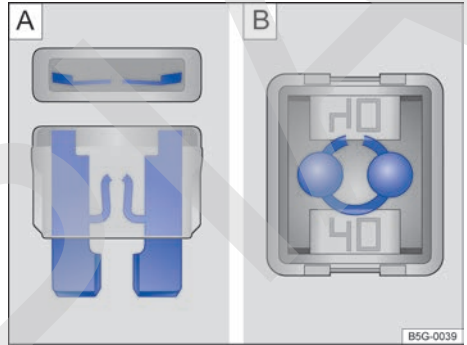

Fig. 187 Fusible fundido.
- Una *fusible enchufable plano (ATO, MINI)* fundido se reconoce por la tira de metal quemada visible desde arriba y desde los laterales a través de la carcasa transparente → fig. 187
- Un *fusible tipo bloque (JCASE)* fundido se reconoce por la tira de metal quemada visible desde arriba a través de la carcasa transparente → fig. 187 .